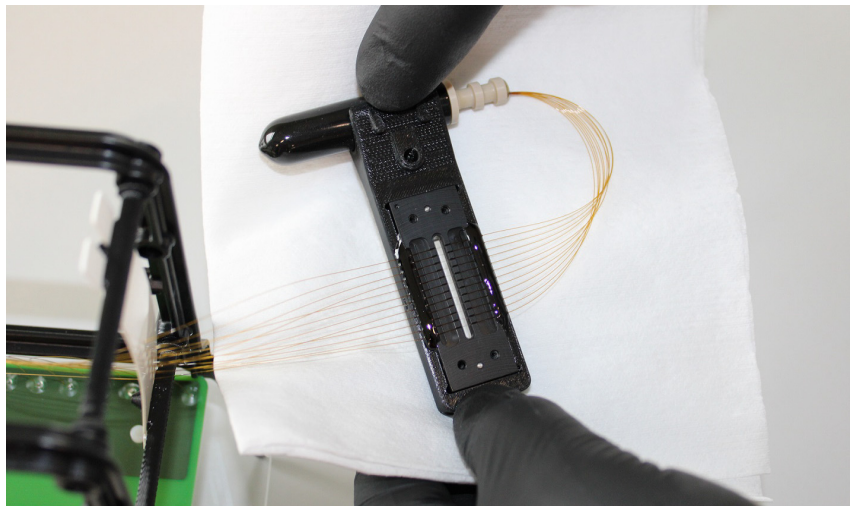

Figure 99 Fenêtre du capillary array avec essuie-tout à l'arrière
- 6 Placez un essuie-tout derrière la fenêtre du capillary array, comme illustré dans la **Figure 99**.